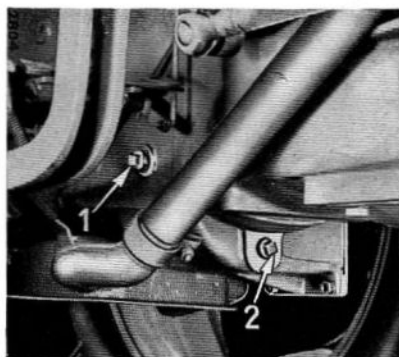

Bild 7. 1. Växellådans nivåplugg
Håll växellådan fylld med växellådsolja upp till nivåpluggen (1) på växellådans högra sida. Se bild 7.